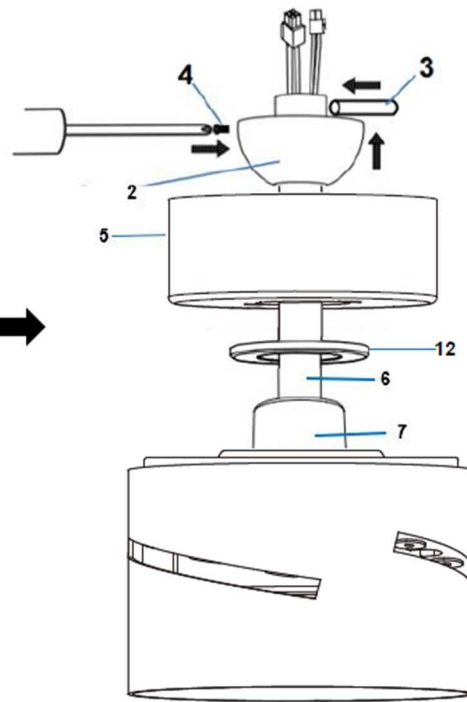

Abbildung 4.6
7. Führe die Baldachin-Abdeckung und den Baldachin über die Stange, setze das Kugelgelenk samt Sicherungsstift wieder auf und sichere es mit den Madenschrauben (Abbildung 4.6).